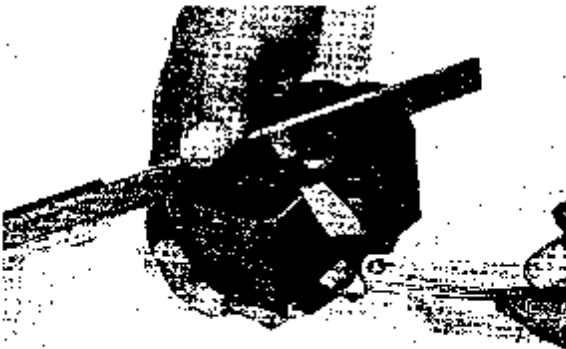

Abb. 37 Messung des Axialspieles
8. Axialspiel wie auf Abb. 37 gezeigt messen. Achtung! Die alte Dichtung für den Deckel soll bei der Messung verwendet werden. Wenn erforderlich, wird die Anzahl der Dichtungen erhöht oder vermindert, so daß ein Spiel von 0,02–0,11 mm erhalten wird. Die Stärke der neuen Dichtung beträgt 0,10 mm.